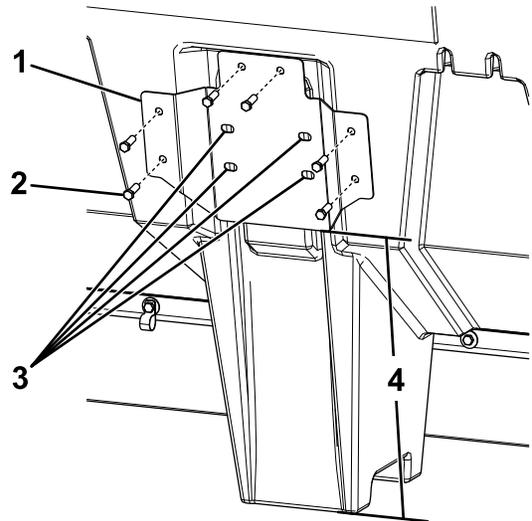
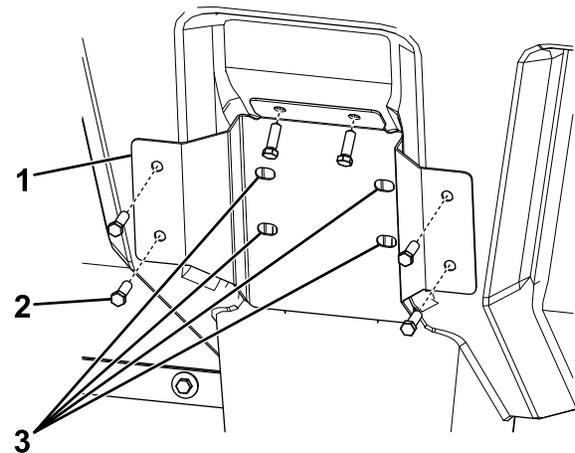

Figura 2
Figura 3
- Para los esparcidores VBX 6500, la parte inferior de la placa de montaje debe estar a unos 37 cm (14-9/16") de la parte inferior de las patas del esparcidor (Figura 2).
- Para los esparcidores VBX 8000, coloque el extremo doblado de la placa de montaje directamente contra el ángulo del lado de la tolva (Figura 3).
- Para los esparcidores VBX 9000, la parte inferior de la placa de montaje debe estar a unos 40.7 cm (16-1/16") de la parte inferior de las patas del esparcidor (Figura 2).
- Marque la posición de los 4 taladros centrales de la placa de montaje de la tolva (Figura 2 y Figura 3).
5. Sujete la placa de montaje exterior a la tolva con 6 tirafondos (Figura 2 y Figura 3).